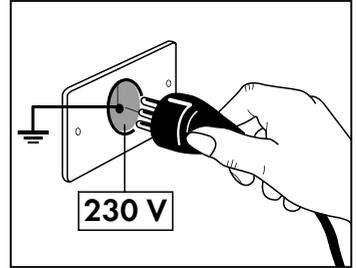

Abb. 1
- Die elektrische Anlage muss laut den geltenden Vorschriften geerdet und mit einem Schutzsicherer versehen sein (230 V 50 Hz) **(Abb. 1)**.